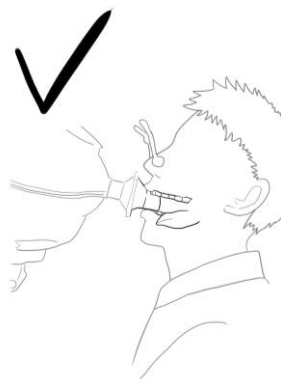

Figura 52 - Corretto posizionamento della lingua durante la misura FOT
- Assicurarsi che il paziente non occluda il percorso dell'aria ponendo la lingua o i denti tra la bocca e il filtro. (Figura 52)